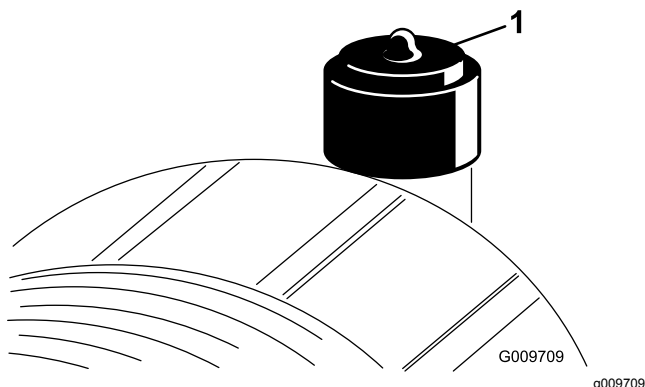

Figure 32
Faites l'entretien du filtre à air uniquement quand l'indicateur de colmatage (Figure 32) indique que cela est nécessaire. Changer le filtre à air prématurément ne fait qu'accroître le risque de contamination du moteur par des impuretés quand le filtre est déposé.
8. Réarmez l'indicateur de colmatage (Figure 32) s'il est rouge.